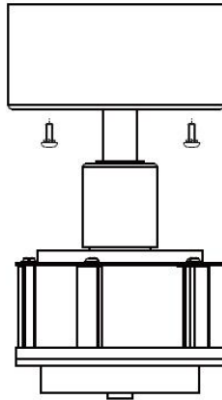

Fig. 6
- 모터 모듈에 있는 캐노피를 마운팅 브라켓까지 올려준 후, 캐노피에 있는 구멍과 마운팅 브라켓에 있는 나사를 아래 그림과 같이 결합시켜 줍니다. 안전한 사용을 위하여 캐노피와 마운팅 브라켓을 결합시키신 후 나사를 단단하게 조여 줍니다. Fig. 6